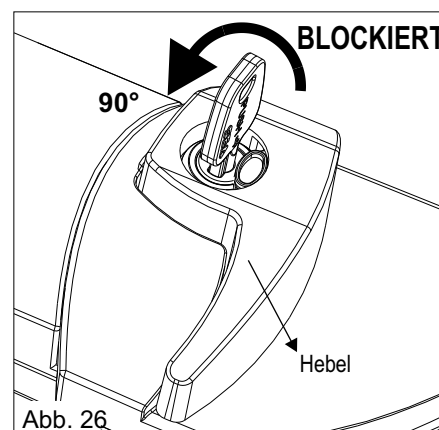

Abb. 26
- 1) Den Hebel im Uhrzeigersinn drehen und danach den Schlüssel um 90° Grad gegen den Uhrzeigersinn drehen (Abb.26);